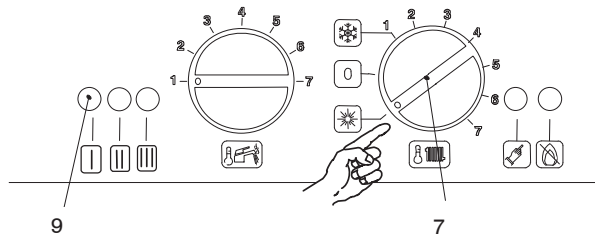

Fig. 8.6
- 4 Place the working selector / heating temperature adjustment knob as shown Fig. 8.6
- 4 Установить переключатель режима работы / рукоятку регулирования температуры отопления, как указано в Fig. 8.6